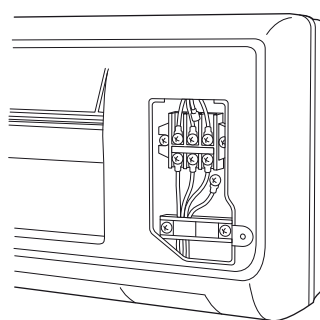

Fig. 26a
- (4) Indirizzare i cavi dal retro dell'Unità Interna tirandoli verso la parte frontale per il collegamento. (Fig. 26a o 26b)
- (5) Collegare i cavi ai corrispondenti terminali della morsettiera (Fig. 26a o 26b) riferendosi sempre allo schema di collegamento.
- (6) Assicurarsi di fissare i cavi con il parastrappo.